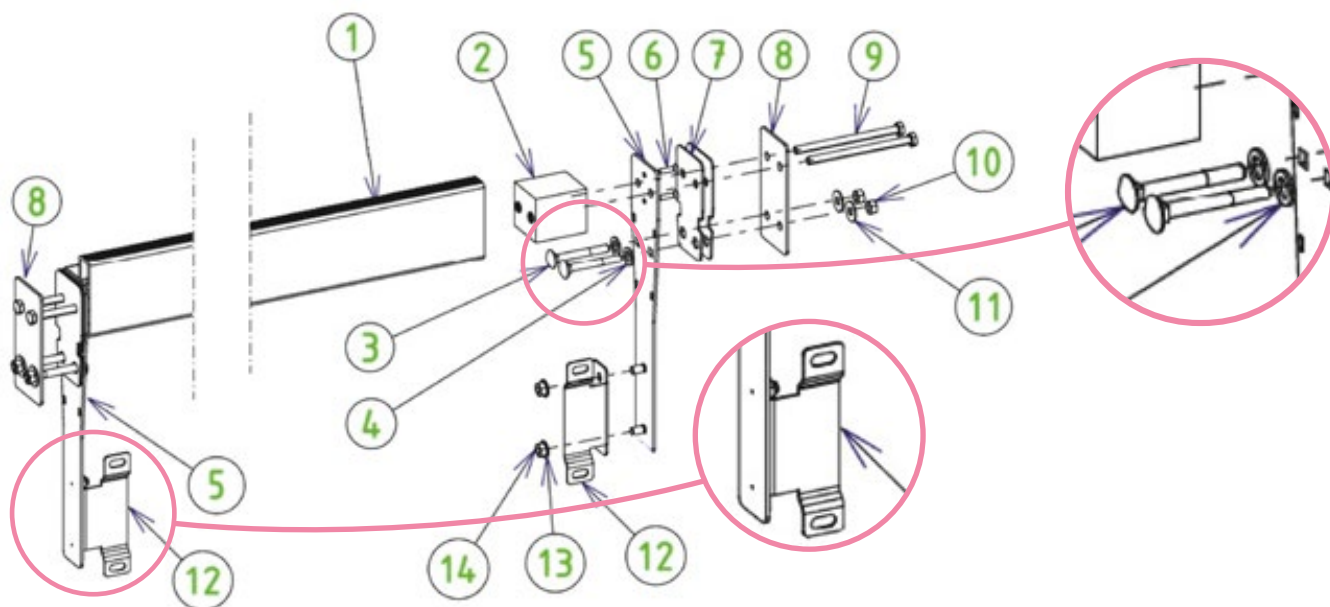

Abbildung 42 – Montage und Installation des Trägers
Die einzelnen Schritte für die Montage des Trägers/ Balkens sind in *Abbildung 42* gezeigt. Die zur Montage erforderlichen Schrauben finden Sie in Beutel Y. In der Abbildung befindet sich die Holzwand zwischen den Teilen 7 und 8, die Folie ist zwischen den beiden Gummi-Dichtungsplatten (7) eingezwängt.
- Kleben Sie die beiden verbleibenden Gummidichtungen an die Trägerplatten (5) und zwar gegenüber der Gewindestangen (die anderen beiden Dichtungen wurden am Holz angebracht, bevor die Folie eingepasst wurde). Achten Sie darauf, dass die Löcher in der Dichtungsscheibe (7) mit den Löchern der Trägerplatten (5) übereinstimmen.
- Von der Innenseite des Pools her führen Sie vier Flachrundschrauben, 8 x 70 aus Edelstahl A4 (3) mit 8 mm Gummidichtungen ein und dann, von der Außenseite des Pools her, montieren Sie Unterlegscheiben (11) und 8 mm Edelstahl-Muttern A4 (10).
- Die Löcher, die gemäß Abschnitt 9.2 oben in die Poolwand gebohrt wurden, müssen den verbleibenden 8-mm-Löchern in der Trägerplatte (5) und den Seitenplatten (8) entsprechen.
- **ACHTUNG:** Die Dichtungsscheiben (4) sind dringend erforderlich, um die Leckdichtheit des Pools zu gewährleisten.
Befestigen Sie die beiden Winkel (12) mit Hilfe von 4 Muttern (14) und vier 8 mm Edelstahl-Unterlegscheiben A4 (13) an den Trägerplatten (5). Die herausstehenden Teile der Winkel (12), die eine Einkerbung haben, müssen an der dem Skimmer und der Achse gegenüberliegenden Seite sein (siehe vergrößerte Ansicht der Winkel (12) in **Abbildung 42**).
- Schieben Sie die Polyamid-Blöcke (2) mit einem Hammer in beide Seiten des Trägers/ Balkens (1); achten Sie dabei darauf, dass die Messingeinsätze der Polyamid-Blöcke in Richtung Innenseite des Balkens ausgerichtet sind.
- Montieren Sie den Träger/ Balken auf dem Pool und zwar den Trägerplatten (5) zugewandt ; achten Sie dabei darauf, dass die Löcher in den Platten (5) und Seitenplatten (8) aufeinander abgestimmt sind. Von der Außenseite des Pools her befestigen Sie den Träger mit Hilfe von vier Edelstahl-Schrauben A2, 8 x 120, an der Außenseite des Pools.